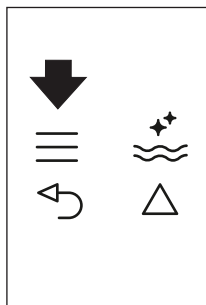
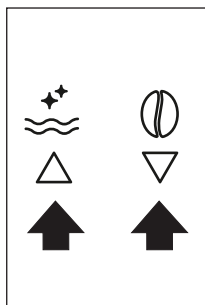

Fig. 22
Fig. 9
- ▶ Apăsați pe pictograma ≡ (B2) pentru a accesa meniul (Fig. 22). Apăsați pe pictogramele △ ▽ (B7) și (B8) (Fig. 9) până când se afișează mesajul „PROGRAM COFFEE” (PROGRAM CAFEA).